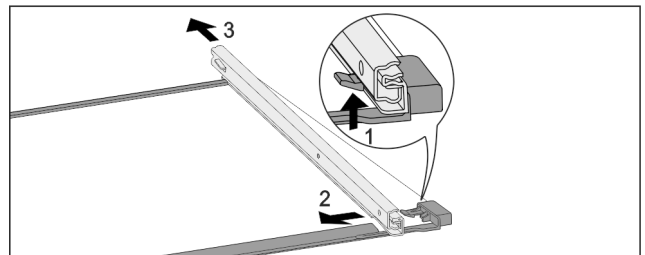

Fig. 157 Siinidega klaasplaat
- ▶ Vajutage eesmist fiksaatorkonksu ülespoole. Fig. 157 (1)
- ▶ Lükake väljatõmbesiini küljele Fig. 157 (2) ja tahapoole Fig. 157 (3) eemale.